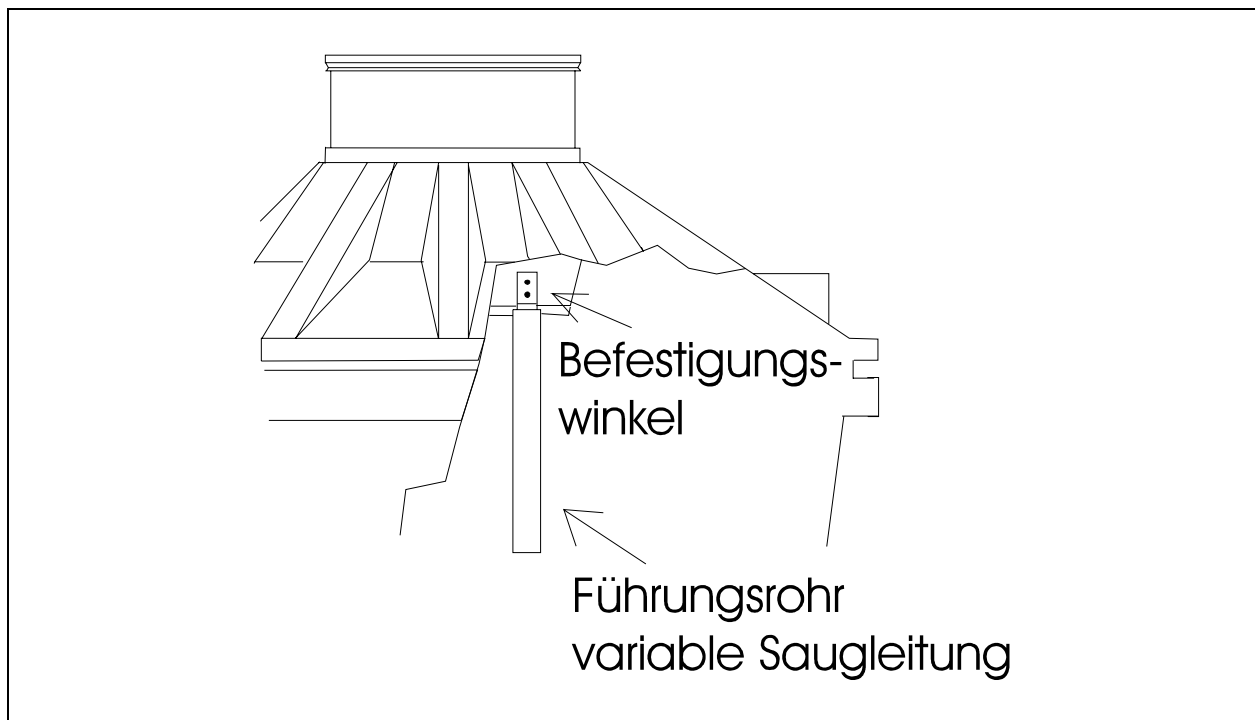

Bild 3: Befestigung der variablen Saugleitung im UWO-Tank
- Bei Verwendung des UWO-Tanks ist in der Einstiegsöffnung im Tankkonus eine kleine Ablage, auf der der Befestigungswinkel aufgelegt und mit beiliegenden Schrauben angeschraubt wird. (siehe Bild 3)